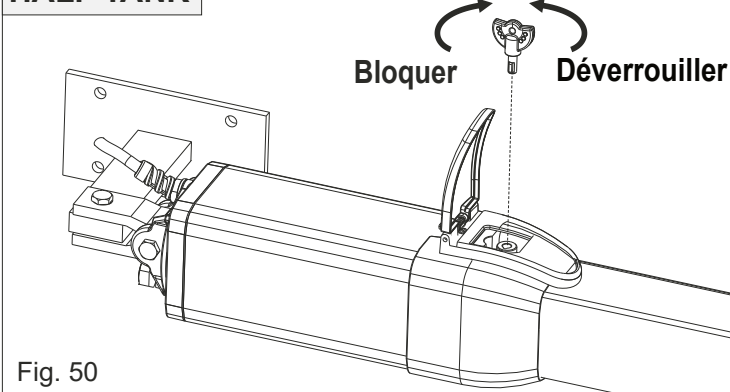
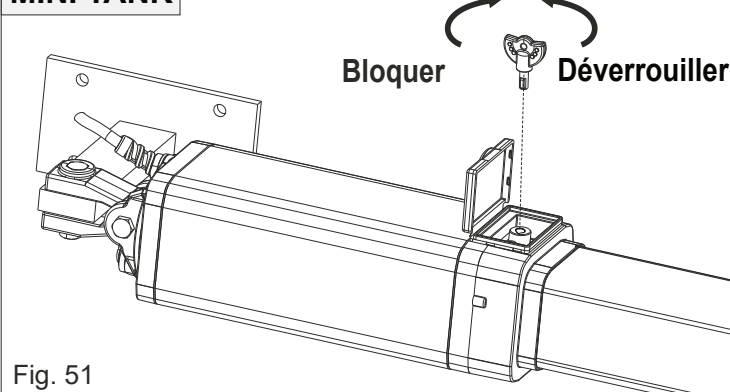

Fig. 50
Fig. 51
- Insérez la clé de déverrouillage spéciale et tournez-la de 180 degrés dans le sens inverse des aiguilles d'une montre (Fig. 50 et Fig. 51)
- Insérez la clé de déverrouillage spéciale et tournez-la dans le sens des aiguilles d'une montre jusqu'à la fermeture (Fig. 50 et Fig. 51)